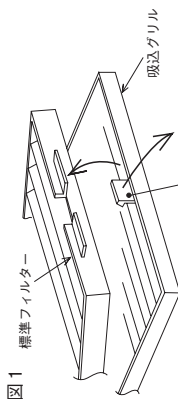
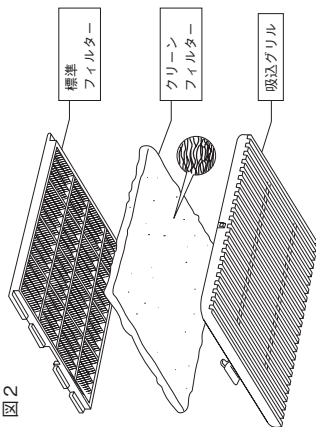

図1
図2
- (2)標準フィルターを取り外し(図1)、クリーンフィルター(1枚)を吸込グリルと標準フィルターの間を外郭を合わせて挟み込むようにして、取付けてください。(図2)